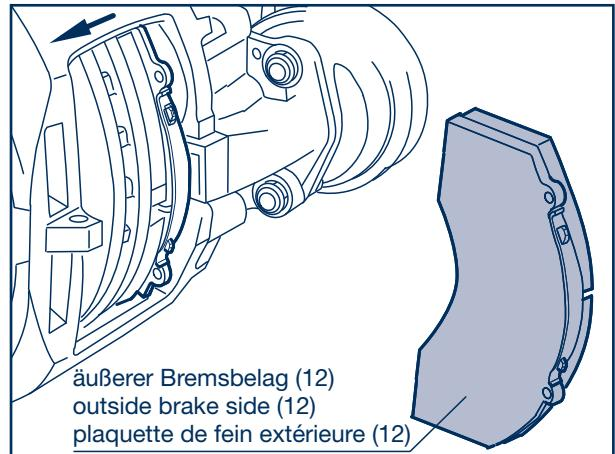

Fig. 4
- [7] Äußenen Bremsbelag aus dem Belagschacht herausziehen (Fig. 4).
- [16] Bremssattel anschließend wieder in Richtung Fahrzeugaußenseite drücken und den äußeren Bremsbelag (12) einsetzen (Fig. 4).
- [7] Pull the outside brake pad out of the brake pad cavity (Fig. 4).
- [16] Then press the brake caliper back towards the outside of the vehicle and insert the outer brake pad (12) (Fig. 4).
- [7] Retirer la garniture de frein extérieure de son logement (fig. 4).